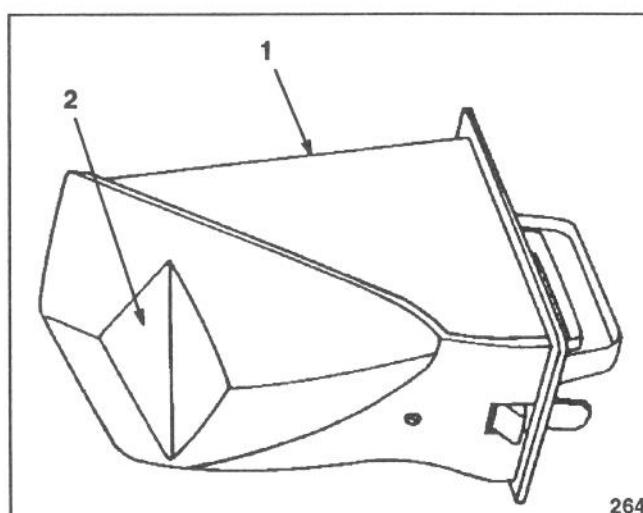

Abb. 7
- C. Ein Mulchstöpsel, der im Auswurftunnel montiert wird (ein fünftes Umlenkblech befindet sich auf dem Mulchstöpsel) (Abb. 7).
Umlenklech (Abb. 7) hat, das das Geschnittene nach unten ins Gras schleudert.